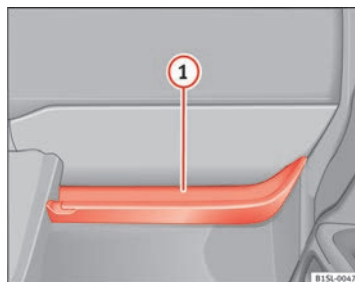

Fig. 74 Vide-poches ouvert côté passager.
Dans le vide-poches ouvert se trouve un crochet pour sacs ⇒ fig. 74 ①.